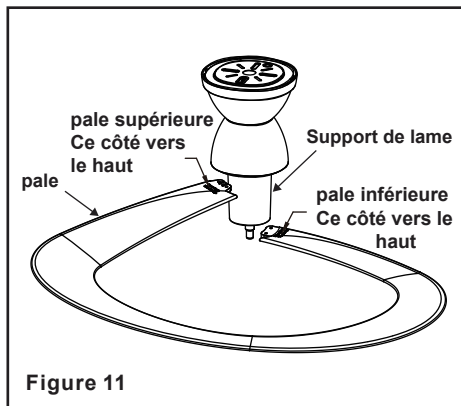

Figure 11
Étape 1 : Fixez la pale supérieure au support de pale à l'aide des vis comme indiqué sur les figures 11 et 12. Répétez l'opération pour les pales restantes.